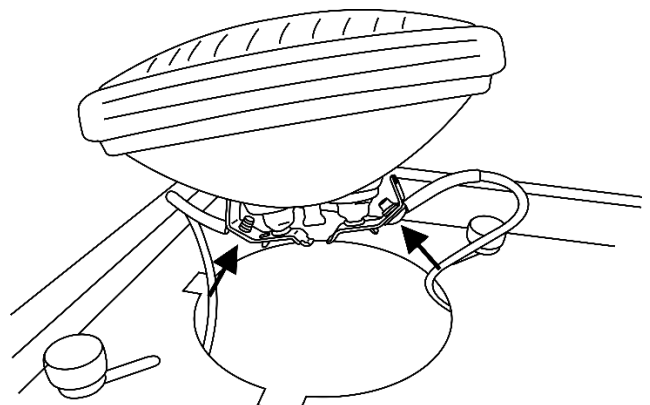

Fig. 06
- 06) Coloque los 2 cables y sujételos a la parte trasera de la bombilla mediante los tornillos. Coloque la bombilla en el alojamiento (Fig. 06).